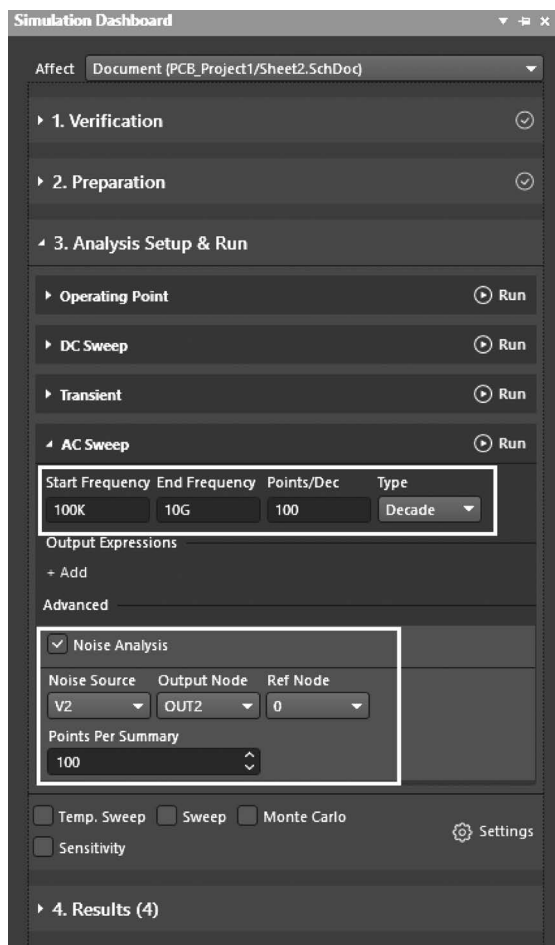

图 3-50 设置噪声分析参数
- (1) 在 AD 软件主界面菜单下选择 Simulate→Simulation Dashboard 命令。
- (2) 打开如图 3-50 所示的 Simulation Dashboard 界面,按下面参数设置: